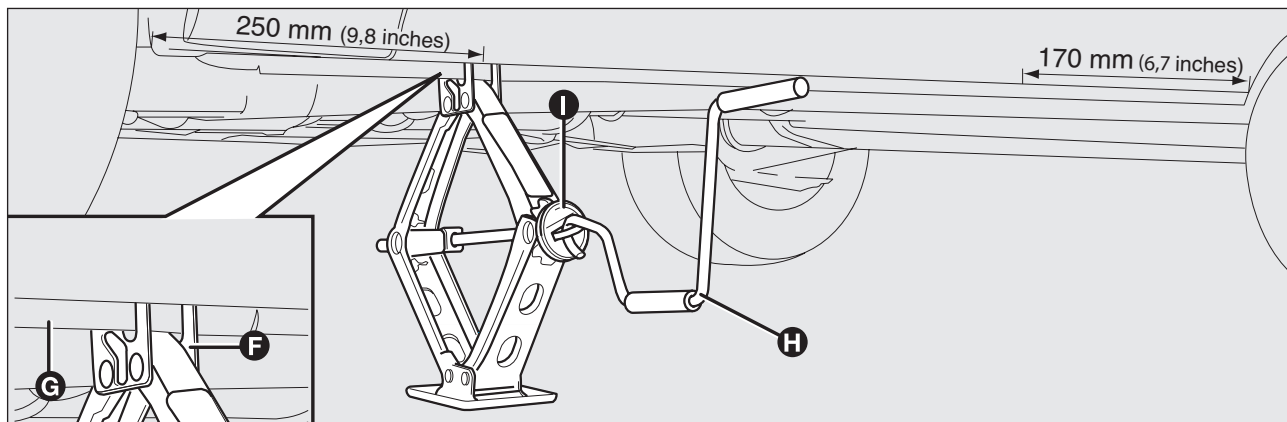

Abb. 6
- ☐ Vergewissern Sie sich, dass der Blechfalz **G-Abb. 6** des Seitenschwellers fest in der Führung **F** des Wagenhebers sitzt.